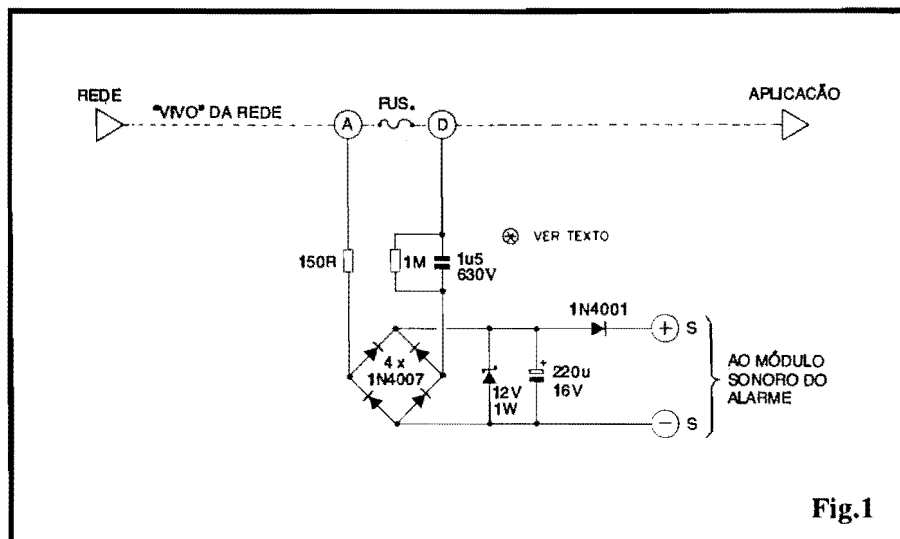

Fig.1
- FIG. 1 - DIAGRAMA ESQUEMÁTICO DO CIRCUITO (MÓDULO "A")